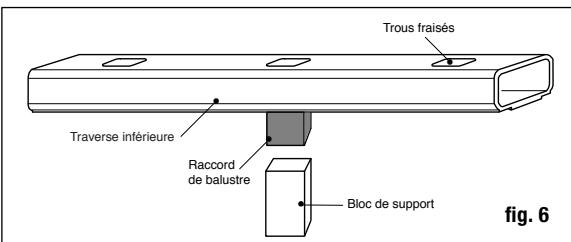

fig. 6
Step 7 Find the center of the underside of the bottom rail and attach the baluster connector included with the support block using the screw provided. Check building code requirements for the maximum spacing between deck surface and bottom of rail (sweep); we recommend 3" but it can be less if desired. If necessary, trim the support block to the determined height (fig. 6).
Étape 7 Trouvez le centre de la base de la traverse du bas et fixez le raccord de balustre inclus avec le bloc de support, en utilisant les vis fournies. Vérifiez les exigences du code de la construction quant à l'espacement maximum entre la surface de la terrasse et le bas de la traverse (balayage); nous recommandons 7,6 cm (3 po), mais peut être moindre si désiré. Si nécessaire, coupez le bloc de support à la hauteur désirée (fig. 6).
Paso 7 Encuentre el centro de la cara inferior del barandal inferior y sujeté el conector de balaustre incluido al bloque de apoyo usando el tornillo incluido. Consulte los requisitos del código de construcción para ver el espacio máximo entre la superficie de la terraza y la parte inferior del barandal; recomendamos 7.6 (3 pulg.) pero puede ser menos si lo desea. Si es necesario, recorte el bloque de apoyo a la altura determinada (fig. 6)